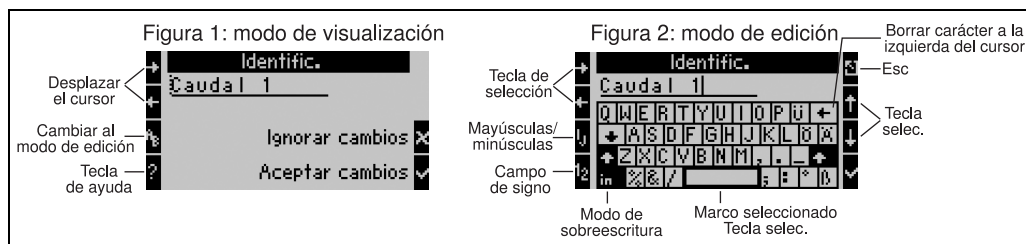

Fig. 17: Ej.: editar una designación con el teclado Palm
1. Desplazar con las teclas de flecha el cursor a la derecha del carácter donde se desea introducir un nuevo carácter. En caso de querer eliminar el texto completo y escribir de nuevo, desplazar el cursor completamente hacia la derecha. (→ Fig. 17, figura 1)
3. Con las teclas ij/IJ y ½ seleccionar el teclado con letras mayúsculas o minúsculas. (→ Fig. 17, figura 2)
4. Seleccionar la tecla deseada con la ayuda de las teclas flecha y confirmar con el signo de verificación. En caso de querer eliminar el texto, seleccionar la tecla superior derecha. (→ Fig. 17, figura 2)
6. Pulsar la tecla Esc para cambiar del modo de edición al modo de visualización y adoptar la modificación con la tecla del signo de verificación. (→ Fig. 17, figura 1)
- En el modo de edición (→ Fig. 17, figura 2) no se puede mover el cursor. Cambie con la tecla Esc a la ventana anterior (→ Fig. 17, figura 1) para mover el cursor sobre el carácter que quiera modificar. Vuelva a pulsar la tecla AB.